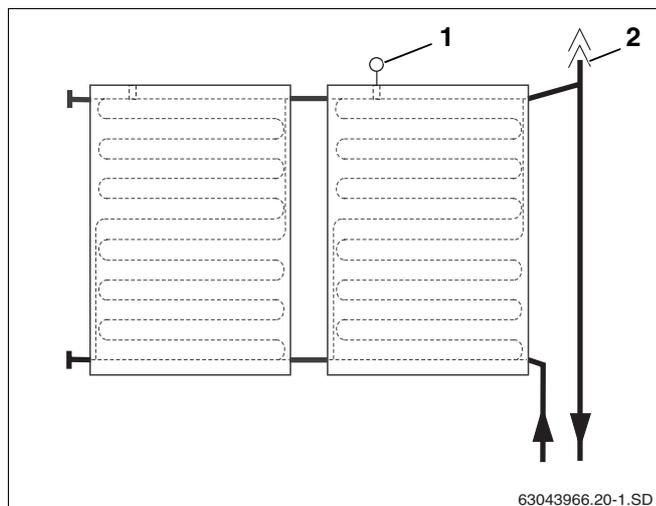

Fig. 35 Vista vaso di sfogo con disaeratore per attacco di mandata
Se si desidera disaerare l'impianto solare con un disaeratore automatico (accessorio) al punto più alto dell'impianto, è necessario installare la tubazione di mandata con pendenza a salire verso il disaeratore (fig. 35, **pos. 2**) e la tubazione di ritorno con pendenza a salire verso il campo di collettori (fig. 35).